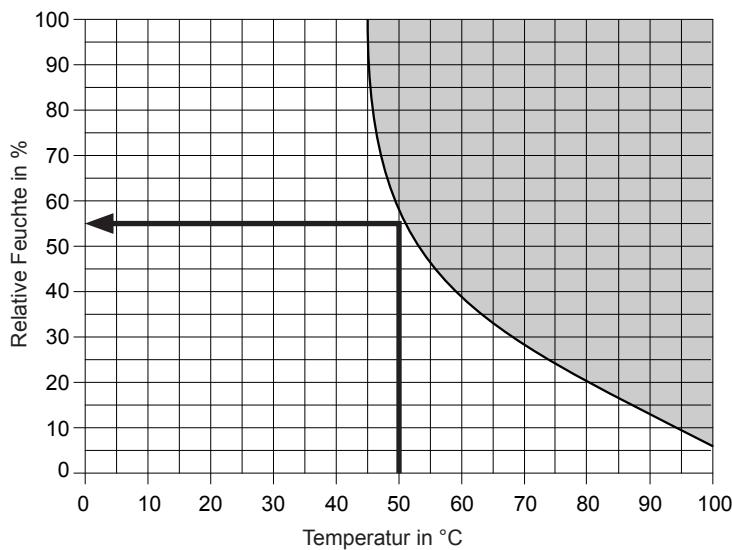
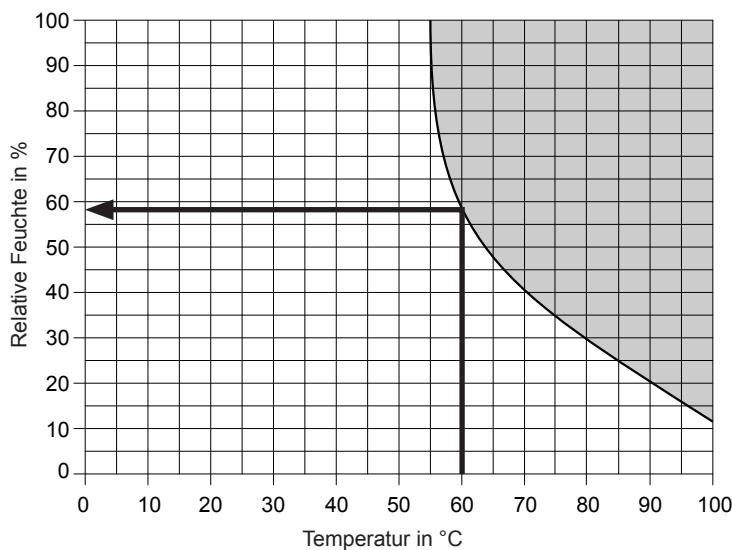

Abb. 3: Enthalpiekurve "Standard", sachgemäßen Gebrauch gemäß EN60335-2
Abb. 4: Enthalpiekurve "Tolerant", unsachgemäßen Gebrauch
- 1) Für den Temperatur-Feuchte Betrieb einer Bio Sauna können nur Temperatur- und Feuchtesollwerte links und unterhalb der gewählten Enthalpiekurve ("Standard" (Werkseinstellung, sachgemäßer Gebrauch gemäß EN60335-2) oder "Tolerant" (unsachgemäßer Gebrauch)) eingestellt werden (siehe Abb. 3 und Abb. 4). Bei Veränderung des Feuchtesollwerts oder des Temperatursollwerts wird der jeweils andere Sollwert entsprechend der gewählten Enthalpiekurve automatisch auf den maximalen Wert eingestellt.